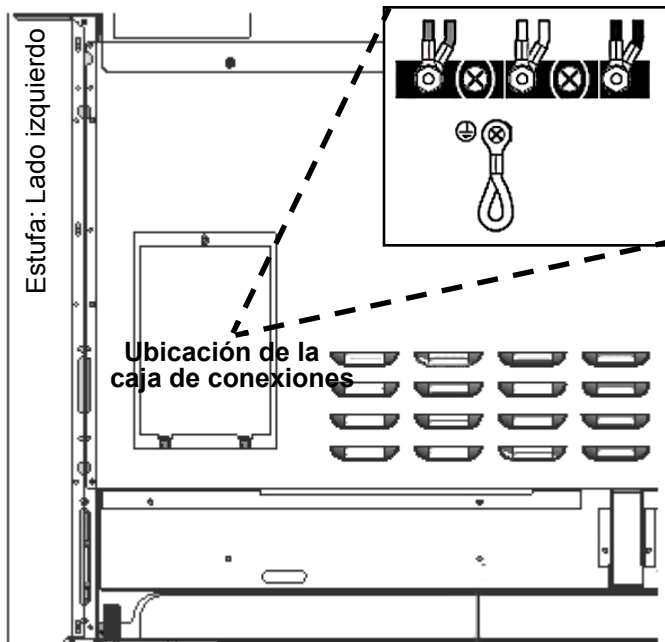
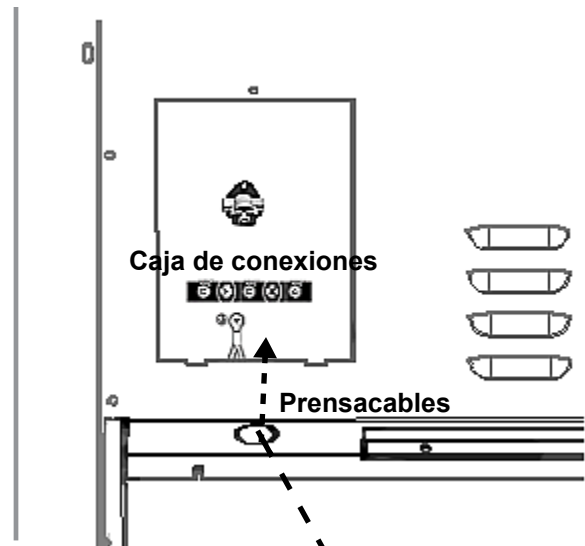

Figura 15: Ubicación de la caja de conexiones
Figura 16: Ubicación del prensacables
CONEXIÓN PERMANENTE (CABLEADO DIRECTO) — Se pueden conectar los aparatos directamente a la fuente de alimentación. El instalador debe suministrar un conducto flexible de aluminio aprobado, de un tamaño comercial de 3/4 pulg. (19 mm), de una longitud máxima de 6 pies (1,8 metro). Localice la caja de conexiones en la parte trasera del aparato y quite la cubierta (consulte la Figura 15). Se debe fijar el conducto a la caja de conexiones utilizando un conector de conducto aprobado. Se debe conectar la extremidad libre del conector de conducto a una caja de conexiones instalado en la zona de alimentación eléctrica, como se muestra en la Figura 3.
Instale un prensacables (no incluido) en el orificio de 1 pulg. (25,4 mm) de diámetro situado debajo de la caja de conexiones (vea la Figura 16). El cableado del aparato debe llegar hasta la caja de conexiones mediante el conducto, pasando a través del prensacables. Las extremidades de los cables deben tener fijadas lengüetas cerradas de 1/4 pulg., preferentemente soldadas en su lugar. Realice las conexiones a la caja de conexiones incluida (vea la Figura 15).
2. Instale el prensacables (no incluido con la estufa) en el orificio de 1 pulg. (6 mm) de diámetro situado en el panel trasero, debajo de la caja de conexiones (vea la *Figura 16*). Pase los cables por el prensacables.